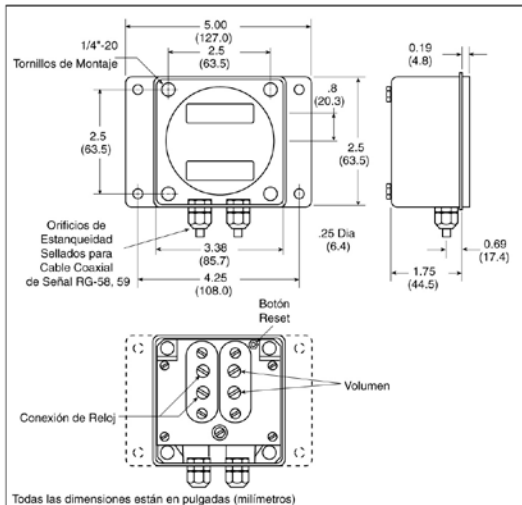

Figura 2 – Montaje del Indicador Remoto
**Paso 1** – Seleccione una ubicación para montar el Indicador Remoto. Él podrá ser montado cerca del Módulo para Cambio de Aceite o en un tabique y podrá estar ubicado hasta 200 pies (61 m) distante del Módulo para Cambio de Aceite (vea Figura 2).